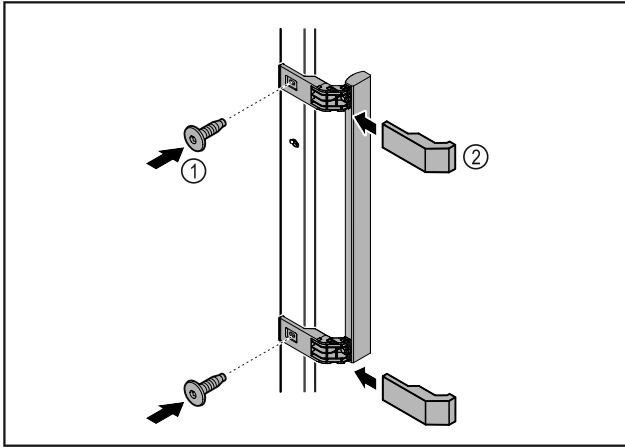

Fig. 8
- Fixer la poignée à la porte à l'aide des vis Fig. 8 (1) fournies.
- Poser les caches Fig. 8 (2).